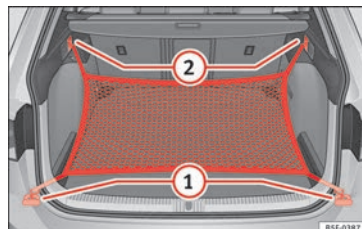

Fig. 178 En el maletero: argollas ① y ganchos ② para enganchar la bolsa de red (modelo LEON ST).
- Fije los ganchos cortos de la red en las argollas de amarre »» fig. 178 ① »» ⚠. La cremallera de la bolsa tiene que quedar hacia arriba.
- Fije las cintas en los ganchos para colgar bolsas ②.